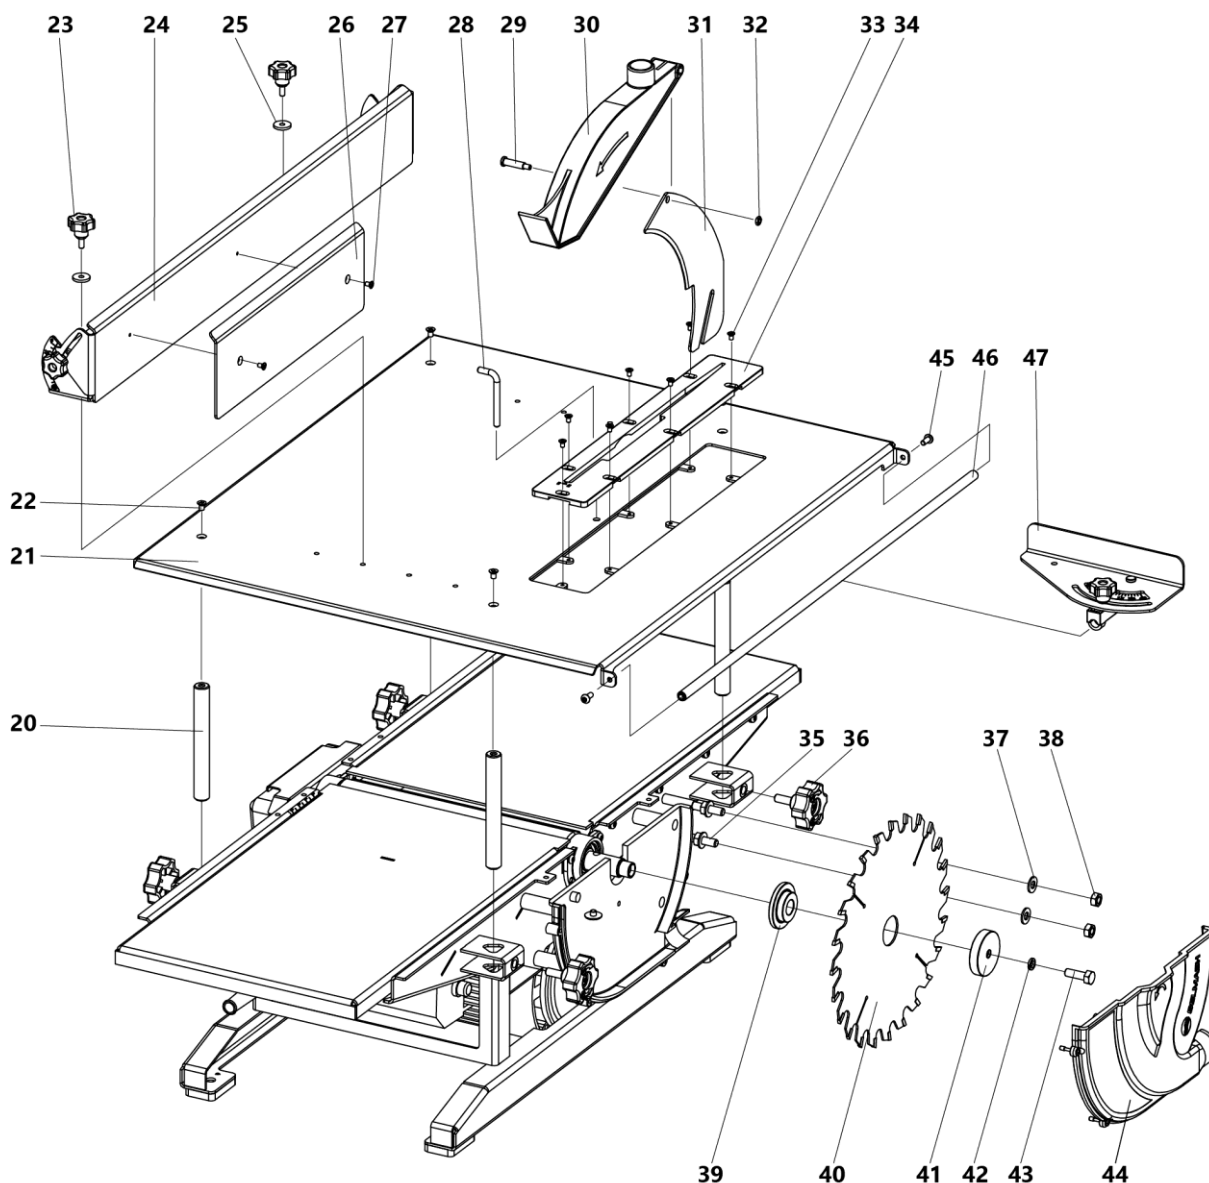

Рисунок 5. Схема сборки станка на операцию пиления
Перед началом работы следует произвести подготовку и наладку станка (рис. 5).
Для установки необходимо (рис. 5):
- накрутить гайки 38 (рис. 5) на резьбовые стержни 35, установить шайбы 37;
Для установки и регулировки необходимо (рис. 5):
Для установки и настройки необходимо (рис. 5):
- расфиксировать ручки 36 (рис. 5), освобождая тем самым систему крепления пильного стола к станку;
- установить дисковую фрезу 49 и прижать обратной стороной опорной шайбой 41 и зафиксировать болтом 43 и шайбой 42 (рис.5);